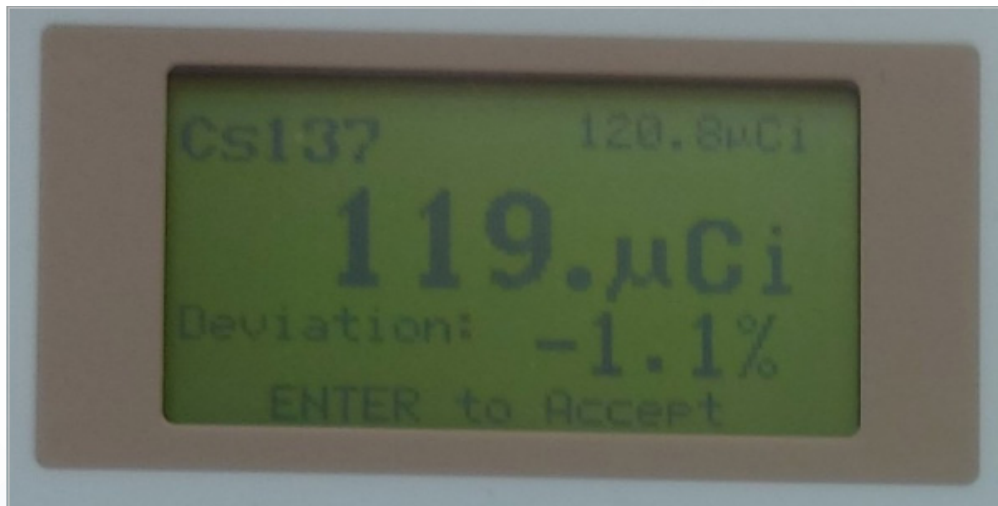

Figura 10 - Medida da fonte de Césio
4.16. Aguardar a exibição dos valores na tela e anotar os resultados na planilha: o campo “A MEDIDA” será preenchido pelo resultado apresentado no centro da tela, o campo “A TEÓRICA” será preenchido pelo valor apresentado no canto superior direito da tela e o campo “DESVIO (%)” será preenchido com o valor apresentado no canto inferior direito da tela, conforme Figura 10. Pressionar ENTER para concluir a medida;